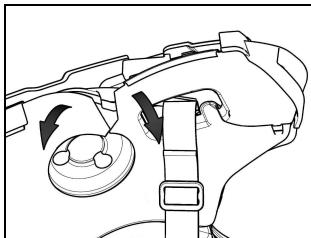

Abb. 6
- Entfernen Sie den Plastiküberzug (Abb. 6).